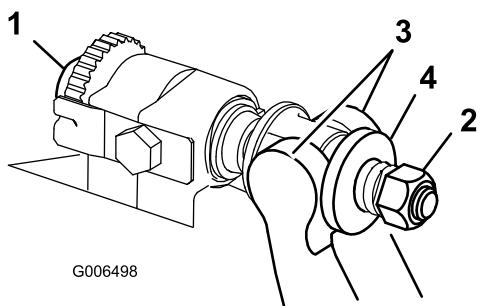

**Bild 36**
- Nehmen Sie jede Schraube des Untermesserträgers ab, damit der Untermesserträger nach unten gezogen und von der Maschine entfernt werden kann (Bild 35). Bewahren Sie die beiden Nylonscheiben und die beiden Scheiben aus gestanzten Stahl an jedem Ende des Untermessers auf (Bild 36).
**Hinweis:** Legen Sie eine Nylonscheibe an jede Seite des Seitenplattenansatzes. Legen Sie eine Stahlscheibe außen auf jede Nylonscheibe (Bild 36).